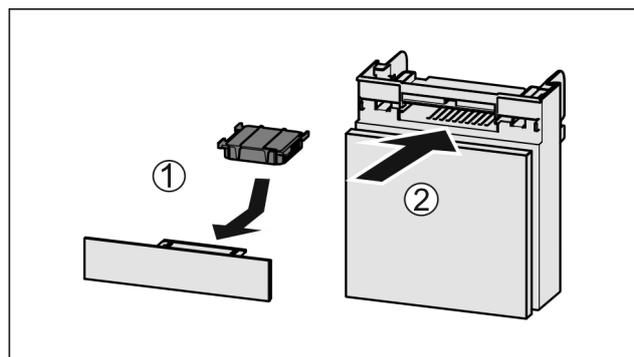

Fig. 114
- ▶ Introduzca el compartimiento Fig. 114 (2).